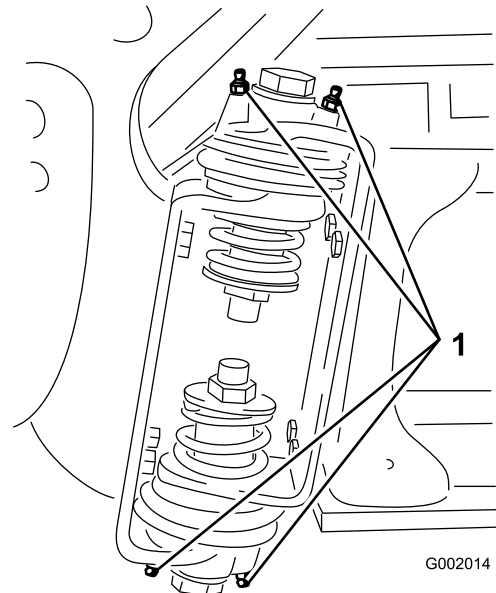

Figura 38
2. Bombee grasa en el cojinete o casquillo de cada punto de engrase (Figura 38).